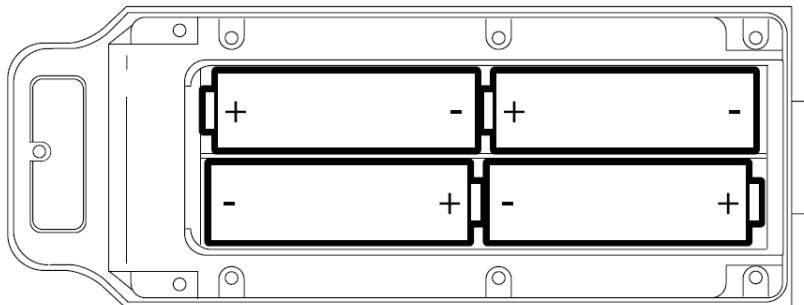

Рисунок 1-4. Отсек для батарей типа АА в открытом положении
**Отсек для батарей типа АА** (см. рис. 1-4) содержит четыре батареи АА, что обеспечивает простое резервирование источника питания приемника. Время работы приемника зависит от емкости батареи АА, режима приемника и типа модема.